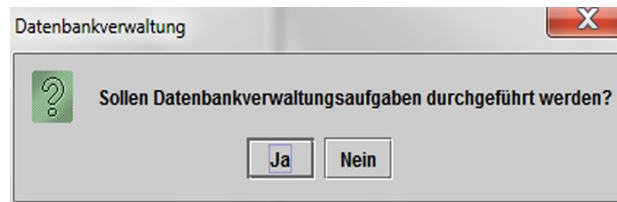
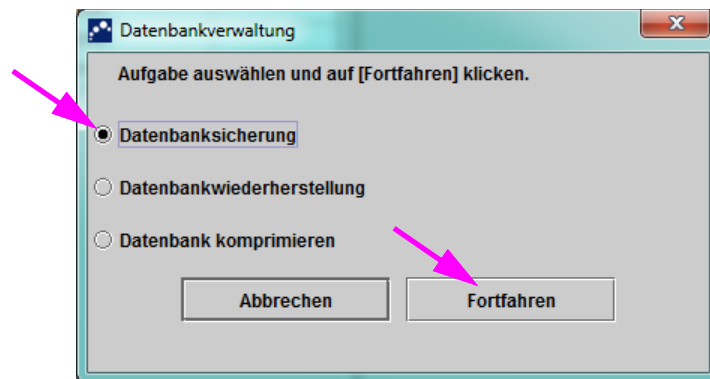

Abbildung 5-8. Dialogfeld „Datenbankverwaltung“
Abbildung 5-9. Dialogfeld „Datenbankverwaltung“
1. Wenn das Kästchen **Erinnerungen an Datenbankverwaltung** im Dialogfeld „Systemkonfiguration“ (vgl. Abbildung 2-77) **nicht** markiert ist, erscheint das Dialogfeld „Datenbankverwaltung“ (vgl. Abbildung 5-8) nicht und es ist keine weitere Maßnahme an der Datenbank erforderlich. Die Software wird weiter geladen und Sie können mit Abschnitt 5.2.3.2 fortfahren, um den Startvorgang fortzusetzen.
2. Wenn das Kästchen **Erinnerungen an Datenbankverwaltung** im Dialogfeld „Systemkonfiguration“ (vgl. Abbildung 2-77) hingegen markiert ist, erscheint anschließend das Dialogfeld „Datenbankverwaltung“ (vgl. Abbildung 5-8) über dem GeneXpert Dx System-Fenster, in dem Sie gefragt werden, ob Sie Aufgaben im Bereich der Datenbankverwaltung durchführen möchten.
- A. Wenn Sie im Dialogfeld „Datenbankverwaltung“ auf **Nein** klicken (vgl. Abbildung 5-8), wird die GeneXpert Dx Software weiter geladen und Sie können mit Abschnitt 5.2.3.2 fortfahren.
- B. Wenn Sie im Dialogfeld „Datenbankverwaltung“ auf **Ja** klicken (vgl. Abbildung 5-8), werden Sie aufgefordert, die auszuführende Aufgabe auszuwählen (vgl. Abbildung 5-9).
Je nach den Berechtigungen des jeweiligen Benutzers können einige oder alle der vier Optionen im Dialogfeld „Datenbankverwaltung“ unsichtbar sein. Siehe Abbildung 5-9.
- 4. Klicken Sie auf die Schaltfläche **Fortfahren** (vgl. Abbildung 5-9), um die gewünschte Aufgabe im Bereich der Datenbankverwaltung zu beginnen.